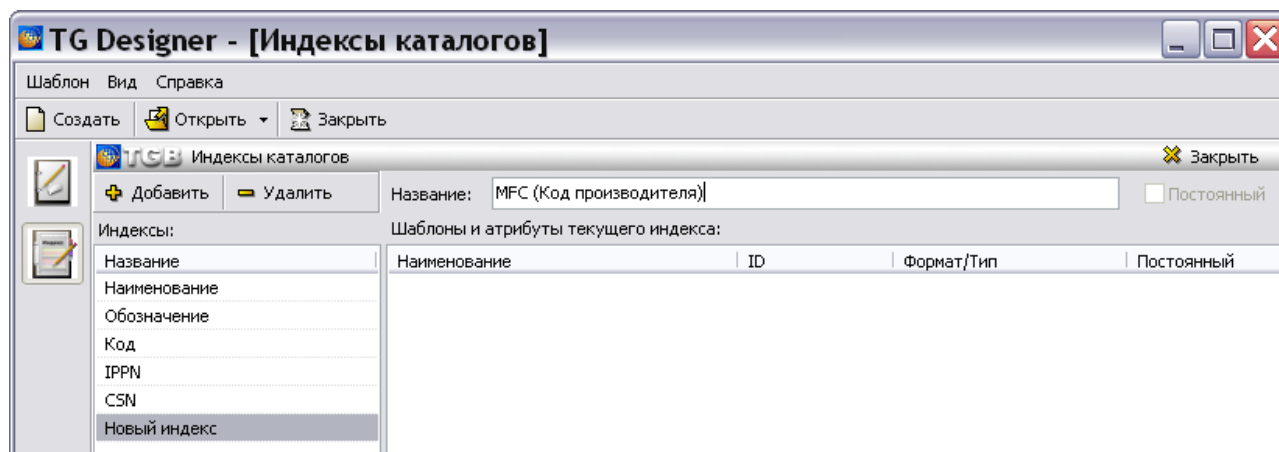

Рис. 5.4
1. На инструментальной панели левого окна нажмите на кнопку **Добавить индекс**  **Добавить**. После этого в списке индексов левого окна появится название «Новый индекс» (Рис. 5.4).
2. Над правым окном в окошко **Название** введите название индекса «MFC (Код производителя)» (Рис. 5.4).